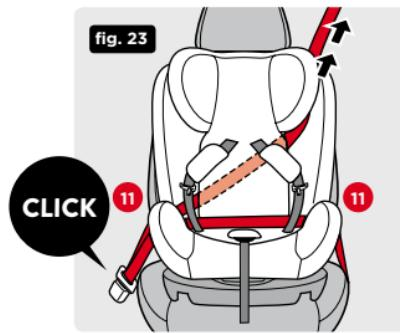

fig. 23
6. Retire el cojín reductor de la silla. Tome el cinturón del vehículo y pase la parte del cinturón abdominal por las guías de cinturón inferiores (11) continuando por encima del asiento de la silla hasta conectar el cinturón del vehículo en su hebilla presionando hasta oír un click (fig. 23).
- manera que quede entre el cojín y el respaldo (fig.23).
8. Pase la parte superior del cinturón abdominal entre el reposacabezas de la silla y el respaldo (fig. 23).
(10) Guías del cinturón abdominal (grupo 0/1/2/3).
9. Retire la holgura tirando de la sección abdominal del cinturón para que quede lo más ajustado posible (fig. 23).